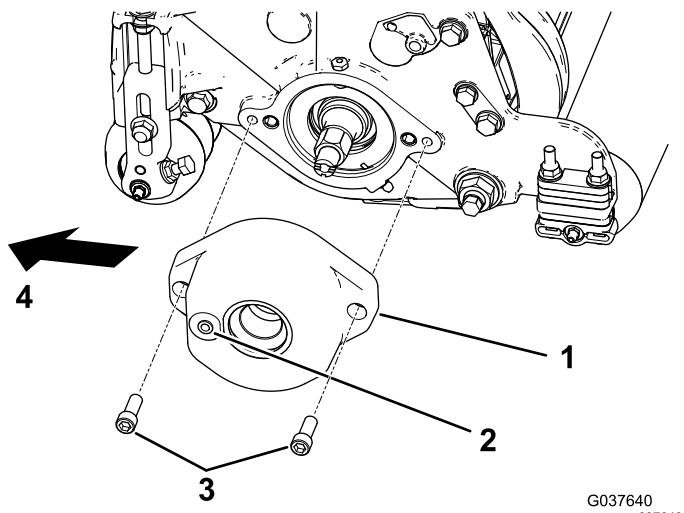

图 4
2. 对于仅适用于带 17.8cm 滚刀组的 Reelmaster 5010 机器的 133-0158 型号套件 用 2 个六角螺栓 3/8 x 1 英寸将滚筒刷架安装到滚刀轴承座上请参阅 图 4。